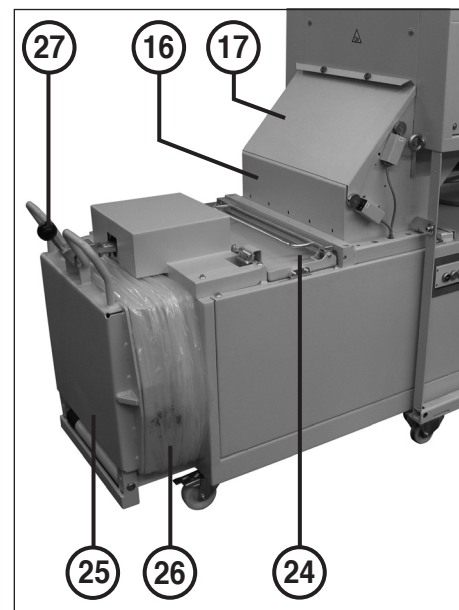

fig. 7
Quando si mantiene premuto questo pulsante (mantenere premuto per almeno 2 secondi), il punzone pressore ritorna indietro per un piccolo tratto e la leva di chiusura (27) (fig. 7) avanza leggermente (scarico della pressione sulla porta di prelievo).